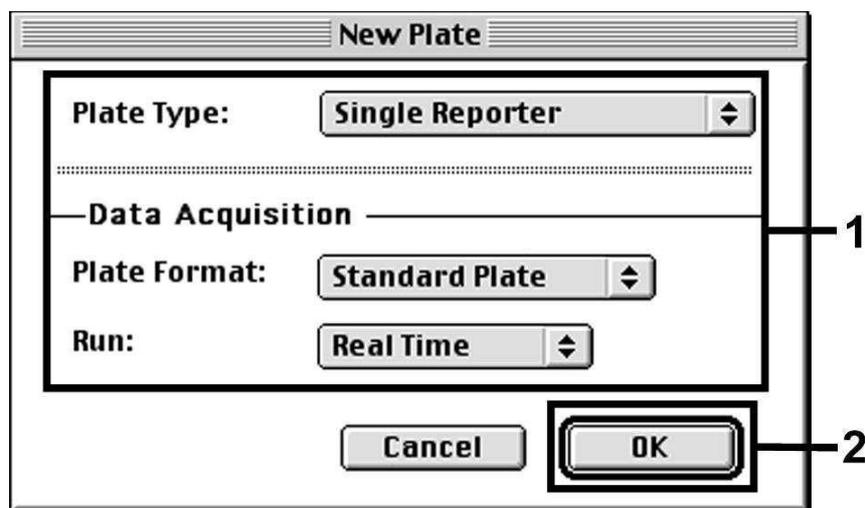

Abb. 9: Voreinstellungen bei der Erstellung eines neuen PCR-Laufs (*New Plate*).
Wählen Sie auf dem ABI PRISM 7700 SDS den unter *File* befindlichen Menüpunkt *New Plate* an und stellen Sie für das neue Dokument die folgenden Grundeinstellungen ein (siehe Abb. 9). Bestätigen Sie Ihre Eingaben (OK).